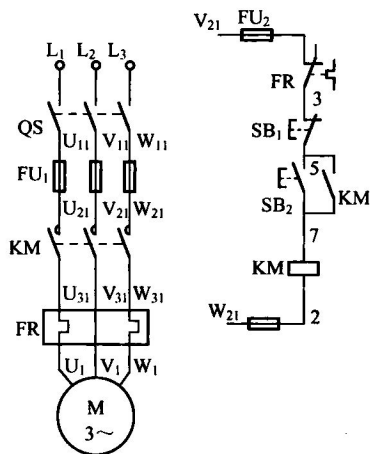

图 1-4 接触器直接启动电路
(1) 要点：对电动机及其他用电装置的供电方式进行控制的电气图，称为生产机械电气控制电路图，一般分为主电路和辅助电路。主电路是从电源到电动机或其他用电装置主要工作电流通过的电路。辅助电路包括控制电路、照明电路、信号电路和保护电路。
(2) 图例：图 1-4 为接触器直接启动电路。
(3) 图例说明：在接触器直接启动电路中，当合上隔离开关 QS 后，按下启动按钮  $SB_2$ ，接触器 KM 的线圈得电，它的动合主触点闭合，使电动机得电运转；另一个辅助触点闭合，进行自锁。当按下停止按钮  $SB_1$  或热继电器 FR 动作时，接触器 KM 线圈失电，动合主触点断开，电动机停止运转。可见图 1-4 表示了电动机的操作控制原理。